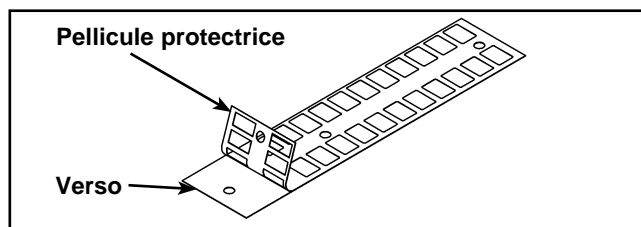

Figure 14
- A. Détachez lentement et avec précaution le verso de l'autocollant. Reportez-vous à la figure 14. **REMARQUE :** Lorsque vous détachez le verso, assurez-vous que les autocollants demeurent fixés sur l'adhésif.